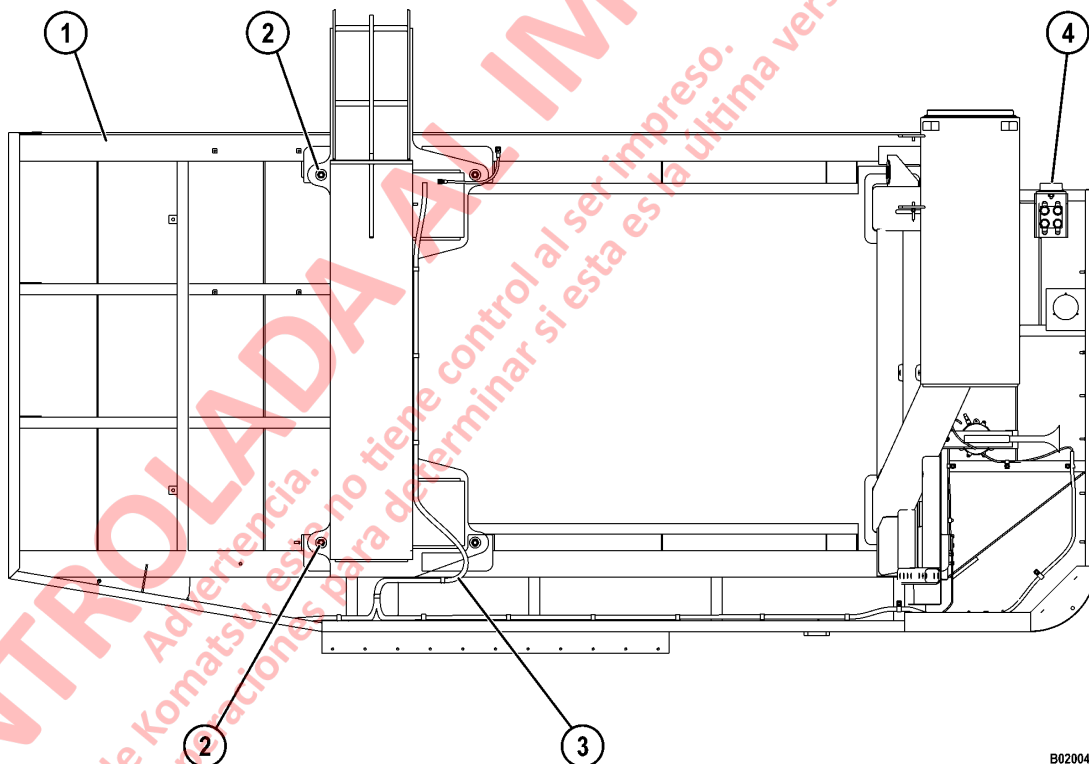

FIGURA 2-3. INSTALACIÓN DE LA ESTRUCTURA DE LA PLATAFORMA IZQUIERDA
2. Desconecte el arnés de iluminación de la cubierta (3, Figura 2-3) y retire todos los arneses de cableado, cables o mangueras que sea necesario. No retire el arnés de iluminación ni las abrazaderas.